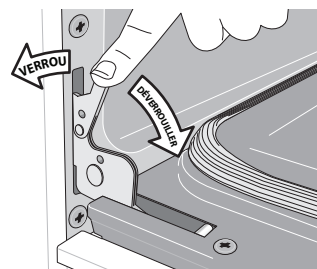

Figure 27 : Verrous des charnières de porte
2. Tirer les verrous des charnières de gauche et de droite complètement vers le bas du cadre de four, vers la porte du four (voir Figure 27). Il peut être nécessaire d'utiliser un tournevis plat.
4. Pousser les verrous de charnière vers le haut et de part et d'autre du cadre de four à la position de verrouillage (voir Figure 27).